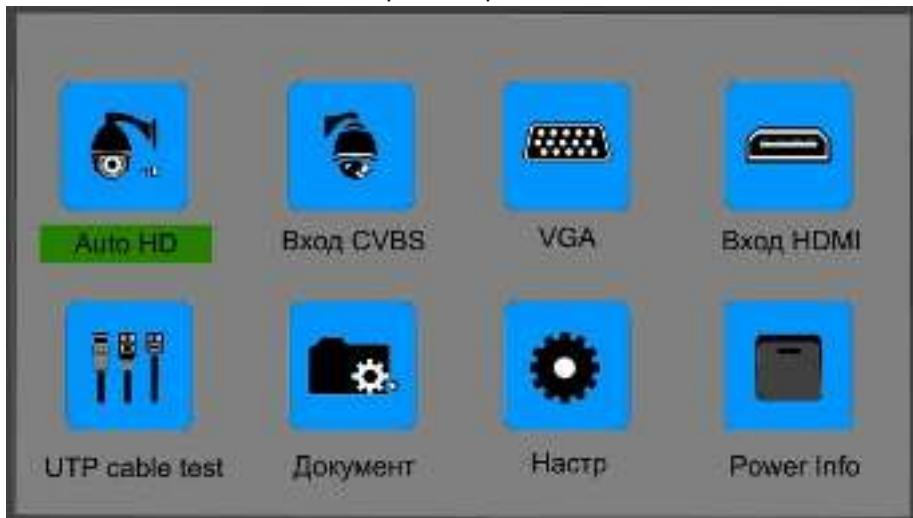

Рис. 6 Главное меню тестера
Главное меню (Рис. 6) содержит восемь иконок отвечающих за различные функции тестера. Навигация по меню осуществляется с помощью группы кнопок на верхней панели (3) Рис. 3.